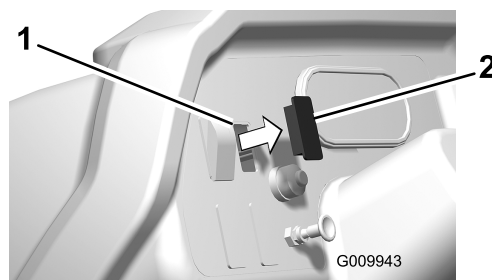

図 19
1. ダッシュパネルの未使用部分のプラグを打ち抜いて開口を作る 図 19。